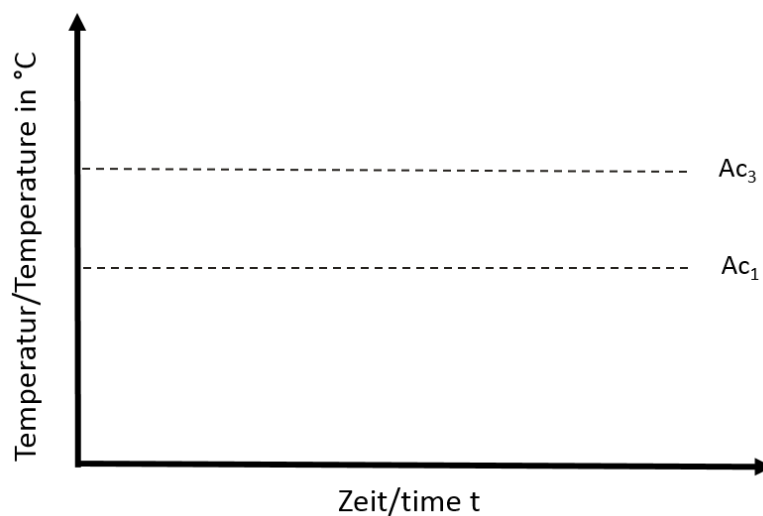

Abbildung 1
- d) Skizzieren Sie den Temperaturverlauf beim Aufkohlen und beim Nitrieren in **Abbildung 1**. (2 Punkte)